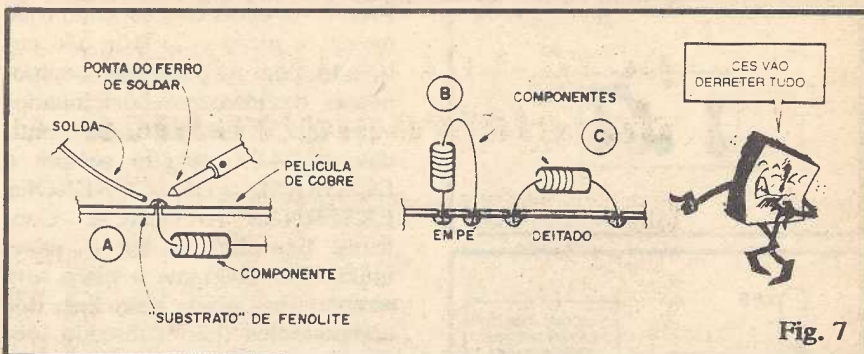

Fig. 7
- **FIG. 7** - Inicialmente, tanto a ilha cobreada quanto o terminal do componente a ser ligado (ou ponta de fio) devem estar rigorosamente limpos, livres de oxidações ou sujeiras (que inevitavelmente obstarão uma boa soldagem). Para limpar a película cobreada da pla-